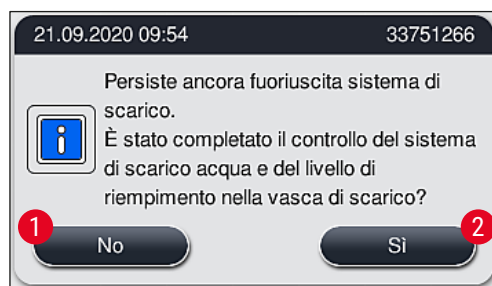

Fig. 126
- Se, dopo 5 minuti e dopo che sono stati eseguiti ulteriori tentativi di pulizia, l'ostruzione persiste, un messaggio (→ "Fig. 126") sul display informa l'utente che il livello dell'acqua è ancora troppo alto. Se l'utente preme **No** (→ "Fig. 126-1"), può estendere il tempo di attesa di altri 5 minuti, per eseguire ulteriori tentativi di pulizia. Se gli ulteriori tentativi di pulizia eseguiti in questo secondo intervallo di tempo hanno esito positivo, il problema viene risolto come descritto al punto 1. Se è necessario altro tempo per eseguire le misure di pulizia, premere nuovamente **No** (→ "Fig. 126-1"). È possibile rinnovare più volte l'intervallo di attesa. Se non è possibile eliminare l'ostruzione nonostante tutti i tentativi di pulizia, premere **Sì** (→ "Fig. 126-2") per avviare un processo di interruzione controllata, vedere le successive sezioni 3 e 4.